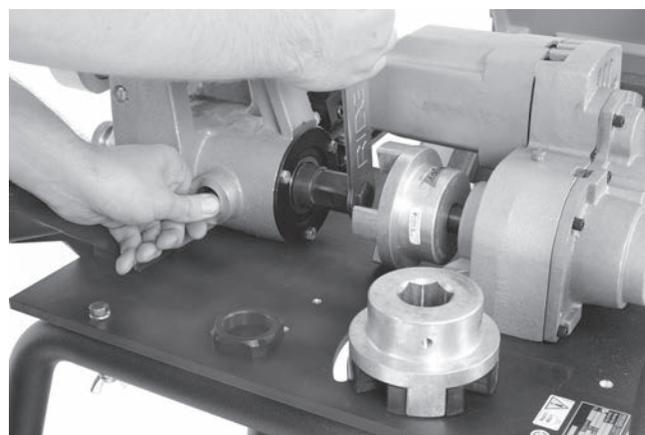

Figura 27 – Extracción del perno de tracción
6. Use la llave hexagonal de $\frac{15}{16}$ " del conjunto de llaves para aflojar el perno de tracción (Figura 27).